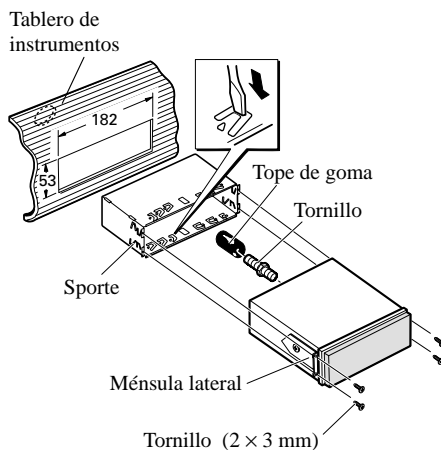

Fig. 12
2. Instale la unidad en el tablero de instrumentos. (Fig. 12)